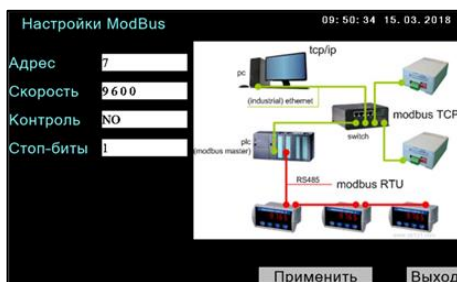

Рисунок 17 – Окно «Настройки ModBus»
9.3.3 Окно «Настройки ModBus» (рис.17):